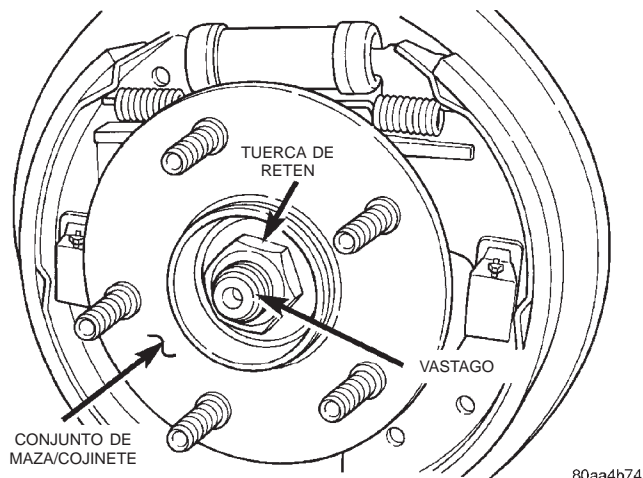
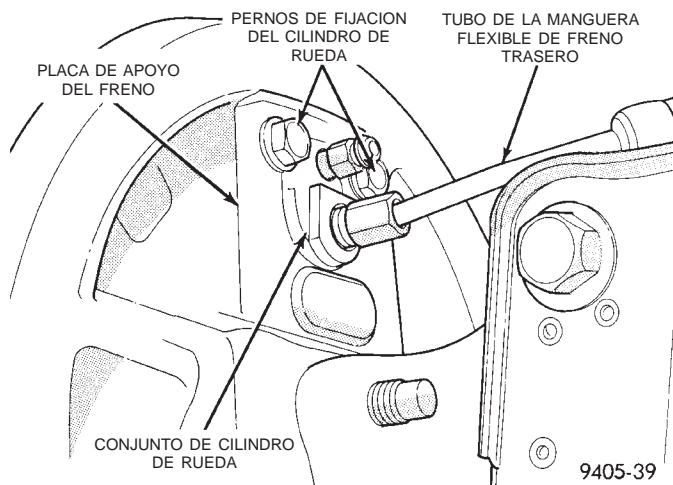

Fig. 93 Tuerca de retén del conjunto de maza/cojinete trasero
Fig. 94 Tubo de la manguera flexible de freno en el cilindro de rueda
(4) Retire la tuerca de retén (Fig. 93) que sujeta el conjunto de la maza/cojinete trasero al vástago. Retire el conjunto de la maza/cojinete del vástago.
(5) Retire las zapatas de frenos traseros de la placa de apoyo del freno. Para informarse sobre el procedimiento correcto de desmontaje del conjunto de la zapata de freno, consulte Zapatas de frenos traseros en la sección Desmontaje e Instalación de este grupo del manual de servicio.
(6) Desconecte el tubo de la manguera flexible de freno trasero del cilindro de rueda (Fig. 94).
(7) Retire la palanca de mando del freno de estacionamiento del cable de freno de estacionamiento.
(8) Emplace una llave de 1/2 pulgada sobre las garras de retén del extremo del cable de freno de
(2) Inserte la conexión del extremo del cable de estacionamiento en la placa de apoyo del freno.
(3) Comience a instalar a mano la conexión del tubo de la manguera de freno hidráulico en el cilindro de rueda. Apriete la tuerca que fija el tubo en la conexión del cilindro de rueda con una torsión de 17 N·m (145 lbs. pulg.).
(4) Conecte el cable de freno de estacionamiento al accionador del freno de estacionamiento.
(5) Instale los conjuntos de zapata de frenos traseros en la placa de apoyo del freno. Para informarse sobre el procedimiento correcto de instalación de la zapata de freno, consulte Zapatas de frenos traseros en la sección Desmontaje e instalación de este grupo del manual de servicio.
(6) Instale el conjunto de maza y cojinete trasero en el vástago trasero. Instale una tuerca de retén del conjunto de maza y cojinete **NUEVA** (Fig. 93). Apriete la tuerca de retén del conjunto de maza y cojinete con una torsión de 217 N·m (160 lbs. pie). Instale la tapa guardapolvo.
(7) Ajuste los conjuntos de zapata de freno de modo que no interfieran con la instalación del tambor de freno.
(8) Instale el tambor de freno. Ajuste y purgue los frenos de servicio.
(9) Después de instalar los tambores de freno, bombee el pedal de freno varias veces para realizar el ajuste final de los conjuntos de zapata de freno.
(10) Instale el conjunto de rueda y neumático. Apriete las tuercas de los pernos de instalación de la rueda en la secuencia adecuada hasta que todas estén con la mitad de torsión de la especificación. Después repita la secuencia de ajuste hasta que complete la especificación total de 135 N·m. (100 lbs. pie).